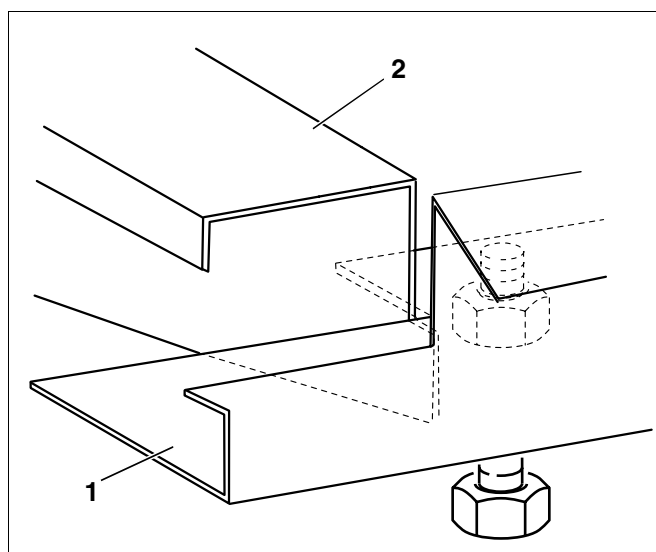

Fig. 38 Poser la traverse longitudinale sur la traverse transversale
- Poser la traverse longitudinale (fig. 38, **pos. 1**) avec l'encoche avant sur l'encoche de la traverse transversale (fig. 38, **pos. 2**).